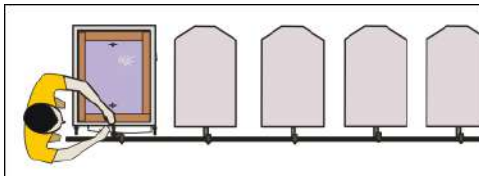

Imagen 329\_g
- Calzar de la misma forma la segunda y tercera matriz, una vez calzadas se retira la película. (Imagen 329\_g)